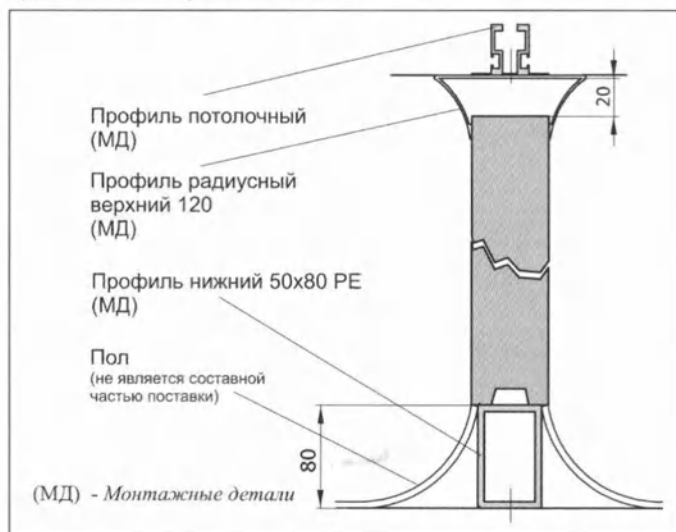

Рис. 3 Крепление панели с помощью профиля радиусного верхнего и профиля нижнего 50x80 PE
3.3. Крепление стеновых панелей к полу и потолку (рис. 3 и 4)
Способ крепления панелей к полу и потолку показан на рис. 3 и 4. На основе особых требований можно поставить и другой способ крепления панелей.